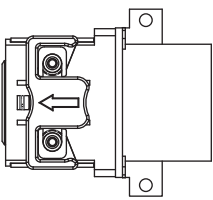

图2
- 步骤一: 手指箭头指示推动上压块锁, 打开上压块。(如图2)